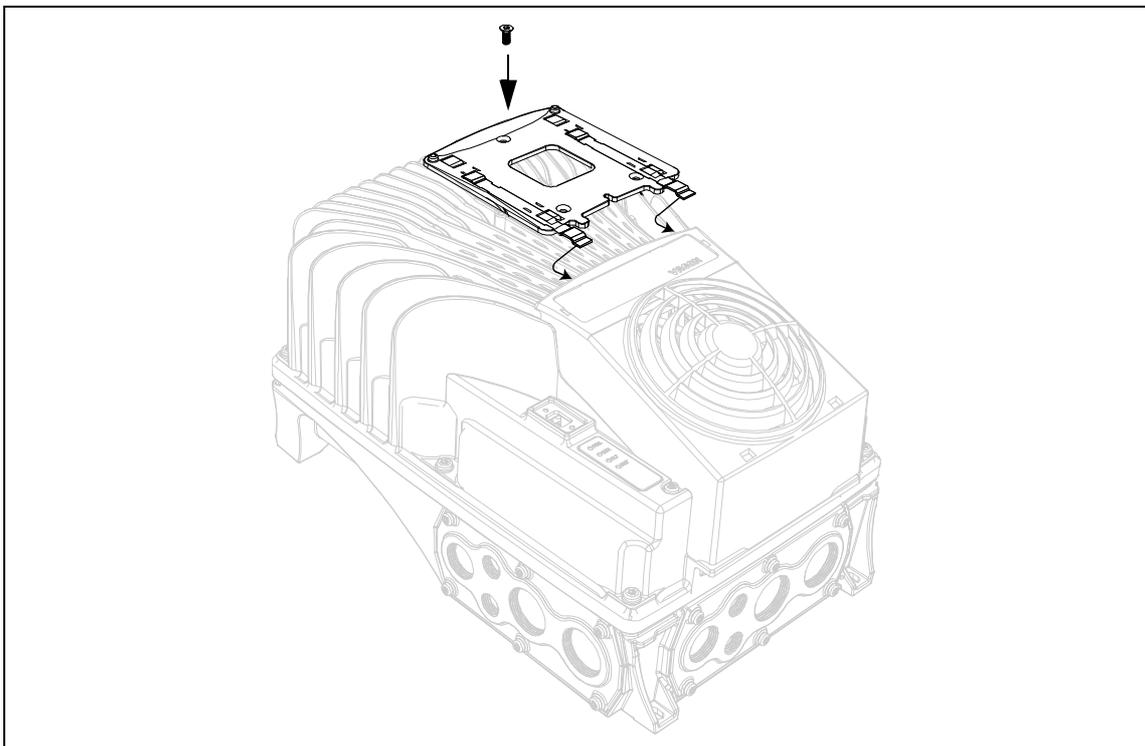

Abbildung 54. Montage der Steuertafelhalterung an der Leistungseinheit.
- Die Steuertafelhalterung wie auf Abbildung 54 gezeigt mit einer Schraube montieren. Die Metallbleche der Steuertafelhalterung müssen unter der Gebläsehalterung montiert werden, wie auf den folgenden Abbildungen gezeigt wird.